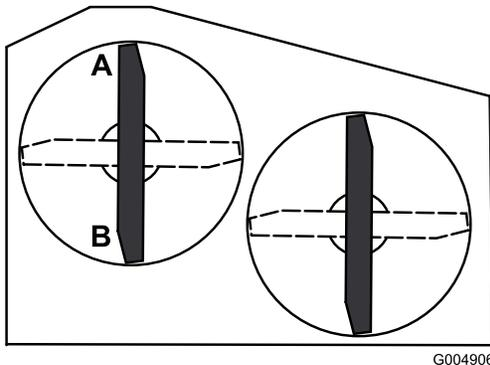

Bild 58
2. Stellen Sie ein Messer in Längsrichtung. Messen Sie an den Stellen **A** und **B** von einer ebenen Oberfläche bis zur Schnittkante der Messerspitzen (Bild 58).